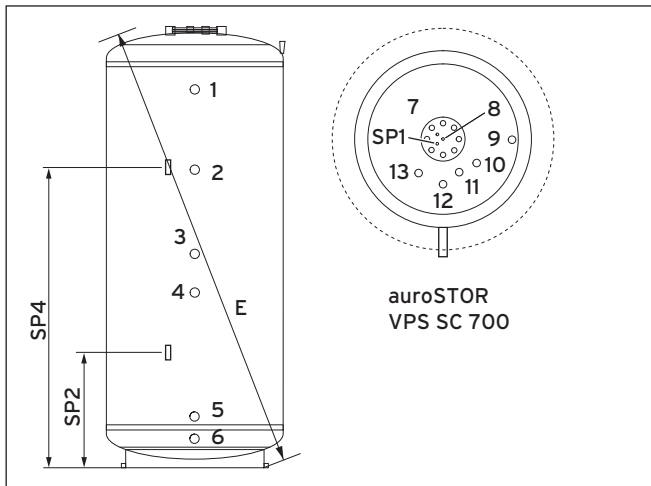

Fig. 4.2 Dimensions de basculement et de raccordement du ballon combiné auroSTOR VPS SC 700
- Montez la conduite pour le raccord d'eau froide (**13**, fig. 4.2) avec les dispositifs de sécurité nécessaires.
- Montez la conduite pour le raccord départ réchauffage eau chaude sanitaire (**10**, fig. 4.2).
- Montez la conduite pour le raccord eau chaude sanitaire (**11**, fig. 4.2).
- Montez le cas échéant la conduite de circulation sur le raccord conduite de circulation (**12**, fig. 4.2).